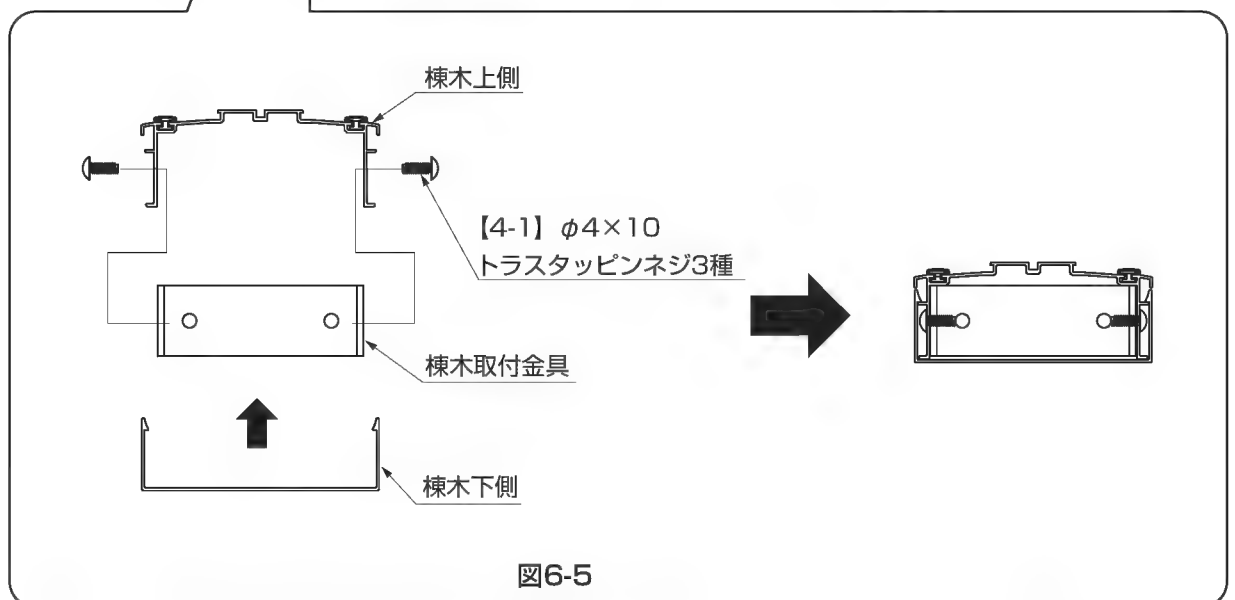

図6-5
- ③棟木上側を棟木取付金具に【4-1】で取付けてください。(図6-5参照)
- ④棟木下側を棟木上側にはめ込んでください。(図6-5参照)